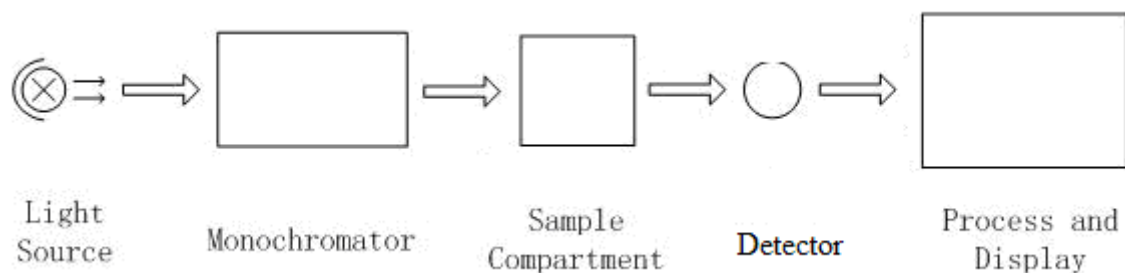

Fig 2.4 Diagrama del Espectrofotómetro
- 5) Un lector digital para indicar la absorbancia o transmitancia. El diagrama de la (Fig 2.4) ilustra estas partes.